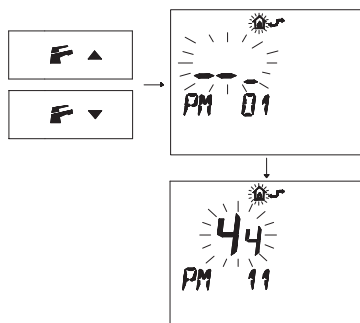

Figura 5.47
- Premere i pulsanti o per visualizzare la programmazione "PM11" della postcircolazione pompa (Figura 5.47).